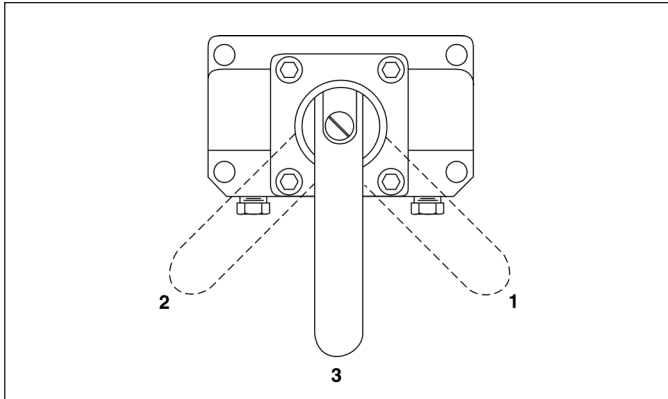

Abbildung 8
5.2 Pumpensteuerventil (Abbildung 8)
Das Pumpensteuerventil steuert die Zufuhr, bzw. den Rücklauf der hydraulischen Flüssigkeit zu, bzw. von den Hydrauliksystemkomponenten. Diese Modelle verfügen über Dreiwegeventile mit jeweils zwei Stellungen. Die Ventilstellungen sind in Abbildung 8 dargestellt: 1 - Ausfahren 3 - Einfahren.
Die Pumpenmodelle PUJ-1400B/E und PUJ-1401B/E verfügen über Vierwegeventile mit jeweils drei Positionen zum Einsatz mit doppelwirkenden Zylindern, deren Aus- und Einfahrbewegung hydraulisch aktiviert wird. Die Ventilstellungen sind in Abbildung 8 dargestellt: 1 - Ausfahren 2 - Einfahren 3 - Leerlauf